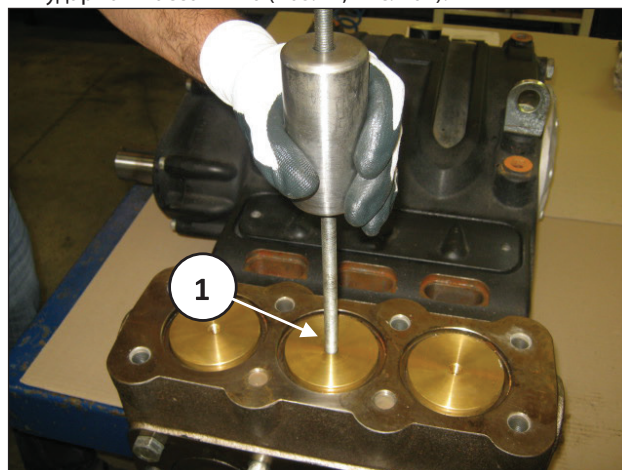

Рис. 102
- В) Извлеките пробки клапанов с помощью съемника с ударной массой M10 (поз. ①, Рис. 102).